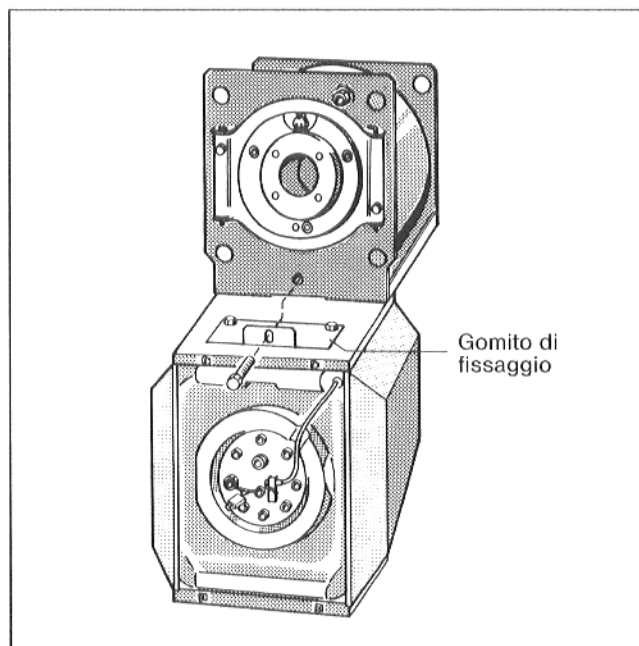

Fig. 3
- Avvitare il gomito di fissaggio con 2 bulloni esagonali sul corpo accumulatore (Fig. 3).
- Collocare il corpo della caldaia sul corpo accumulatore in maniera tale che la base della caldaia combaci con il gomito di fissaggio e la perforazione nel gomito di fissaggio corrisponda alla perforazione della filettatura nello zoccolo della caldaia (Fig. 3).
- Mettere a livello la caldaia ed avvitare il gomito di fissaggio con il corpo caldaia (Fig. 3).